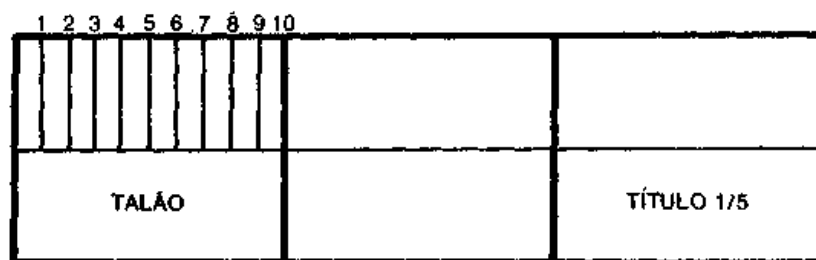

Fig. 196
a) *Escala.* — Escala é a relação de dimensão linear que existe entre o objeto real e o desenho que o representa (Fig. 196).